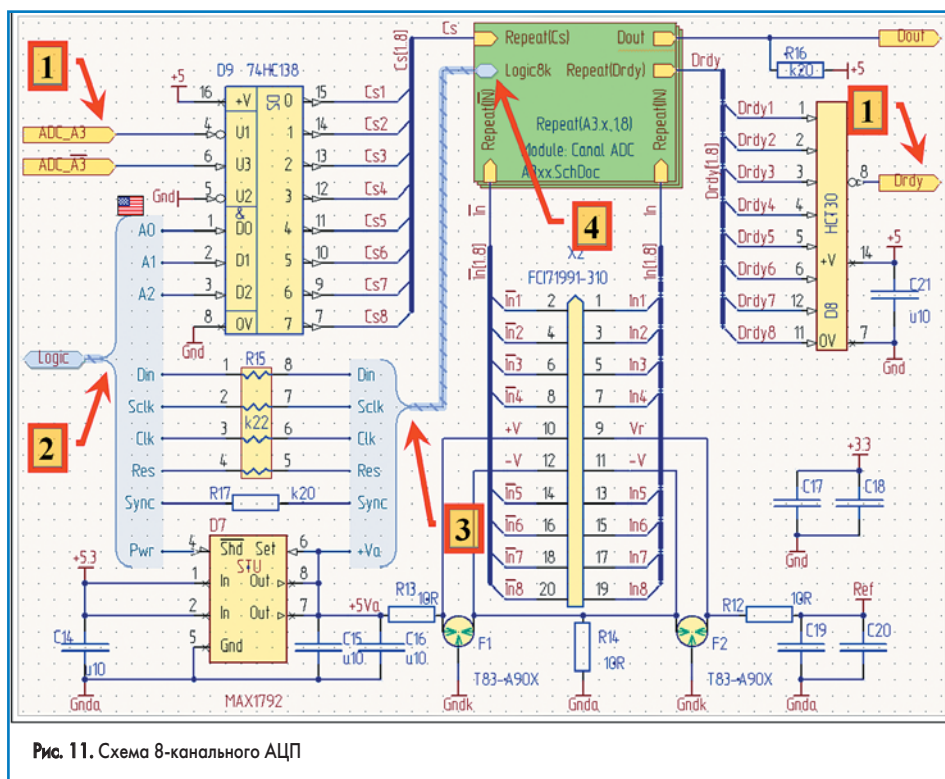

Рис. 11. Схема 8-канального АЦП
На рис. 24 [1] была представлена схема 8-канального аналого-цифрового преобразователя с примененной иерархии. На рис. 11 представлен ее новый вариант, где указаны:
- использование внутреннего **Signal Harness** (ссылка 3 рис. 11) существенно облегчает выбор места для элементов схемы.